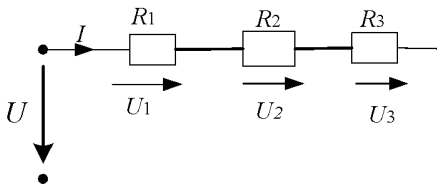

Рис. 2.10
2. В электрической цепи (рис. 2.10) $U = 100 \text{ В}$; $I = 5 \text{ А}$; $R_1 = 10 \text{ Ом}$; $R_2 = 6 \text{ Ом}$. Определить значения R_3 , R_3 , U_1 , U_2 , U_3 .